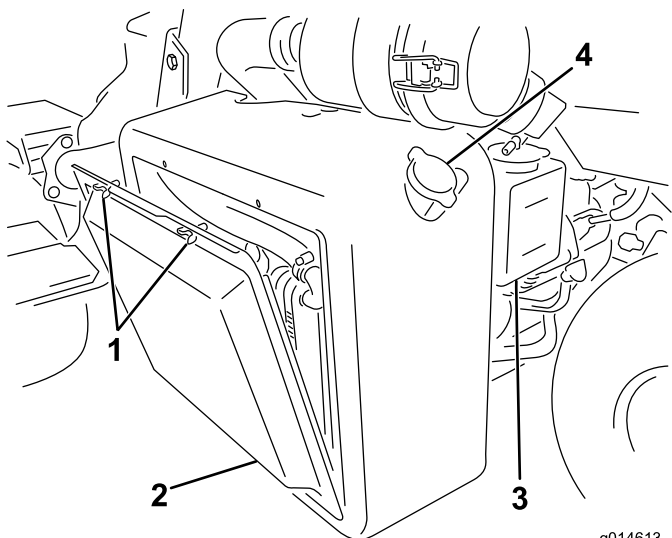
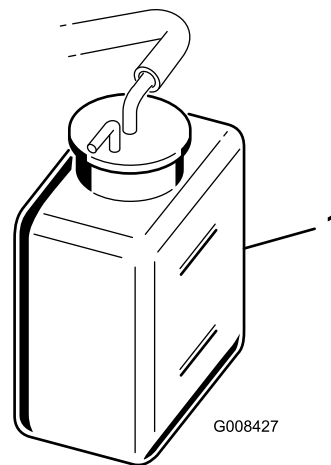

図 45
図 46
- ラジエーターのスクリーンを外す 図 45。
- 冷却液の量を点検する 図 45 と 図 46。